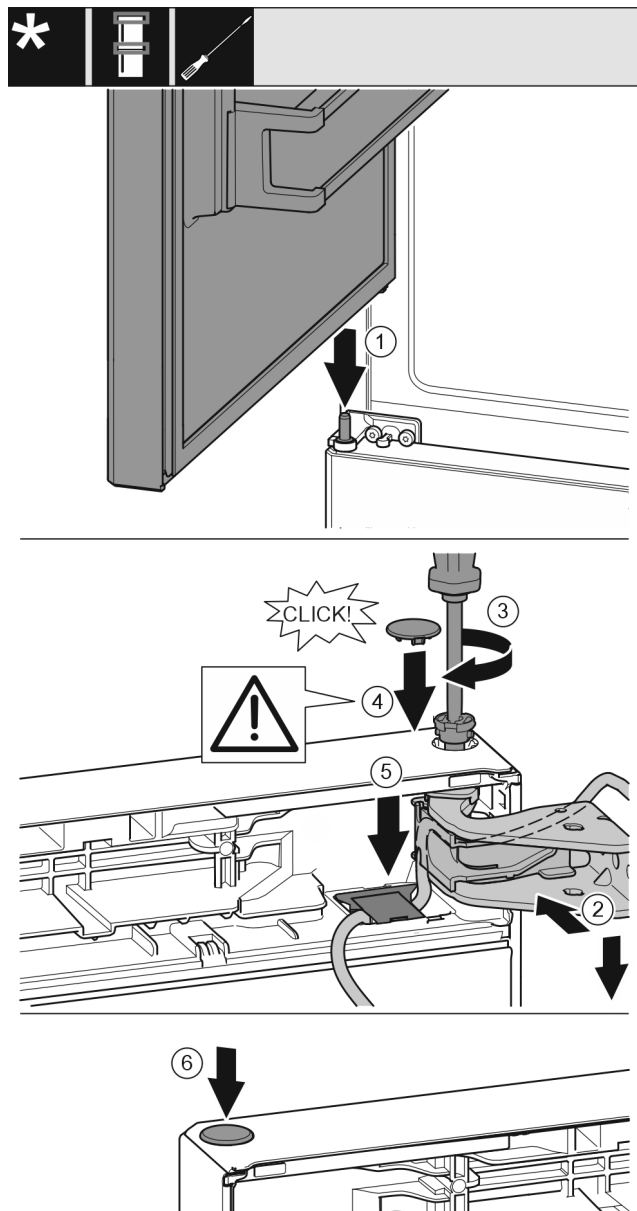

Fig. 44
- 冰箱上方门放置在中间轴承螺栓 Fig. 44 (1) 上。
- 将门的上方对准托架中的开口。 Fig. 44 (2)
- 放入螺栓 Fig. 44 (3) 并用螺丝刀拧紧。
- 安装冰箱门安全装置的安全盖 Fig. 44 (4)：放入安全盖并检查其是否在门上。此外将螺栓完全插入。
- 将盖板 Fig. 44 (5) 安装并朝下按压，直到其卡入到位。
- 放上堵头 Fig. 44 (6)。